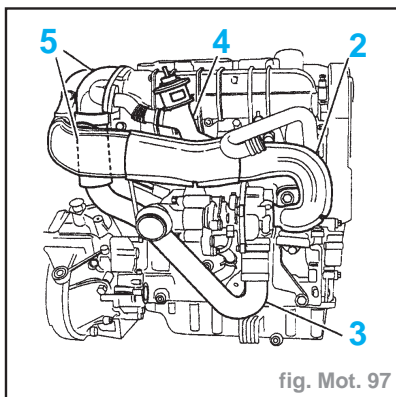

fig. Mot. 97
- Désaccoupler les conduits (2) et (3).
- la vanne EGR (4) (fig. Mot. 97)
- le conduit (2)
- l'ensemble (5) coude/doseur
- le conduit (3)